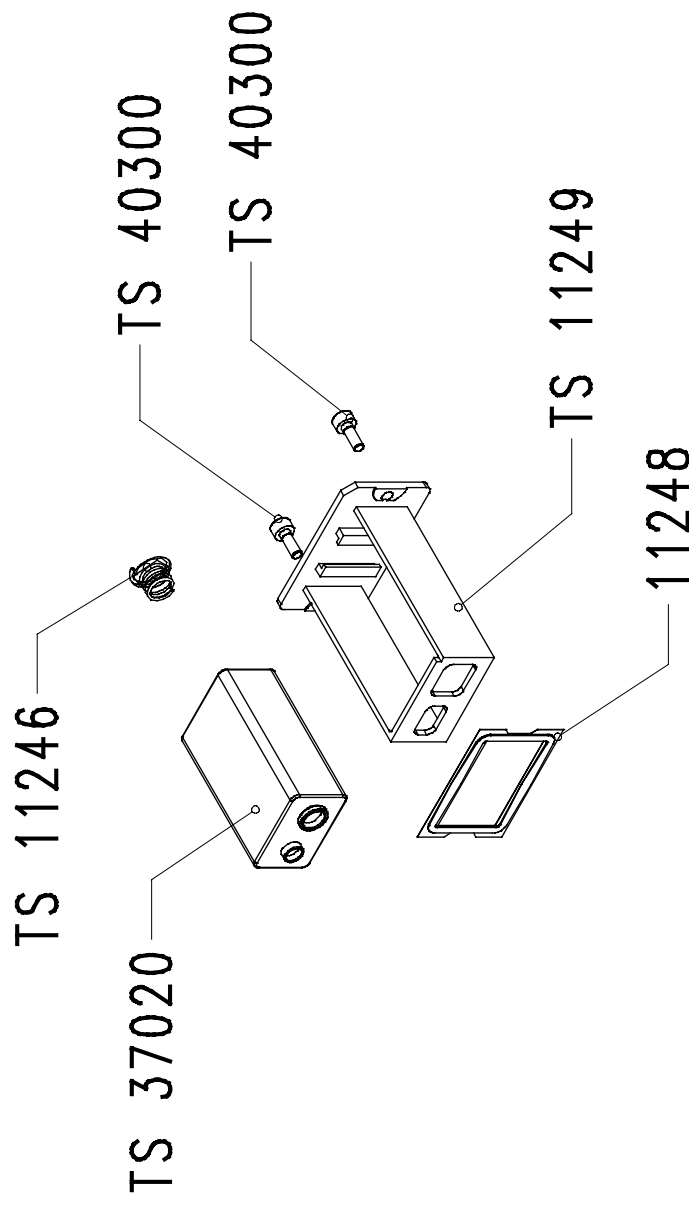

Рисунок 13-3: пенал батареи в сборе TS 10189, запчасти
- Рисунок 13-3: пенал батареи в сборе TS 10189, запчасти